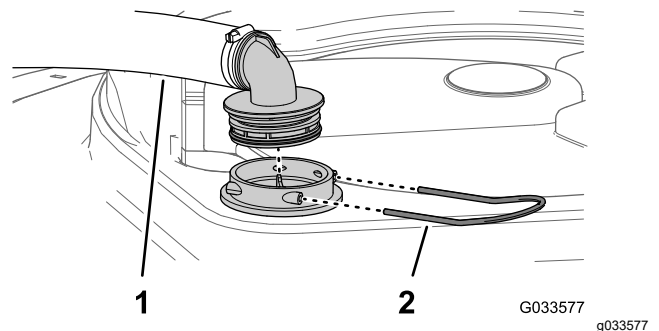

Figura 86
2. En la parte superior del depósito de fumigación, retire la horquilla de retención que sujeta el acoplamiento que está conectado a la manguera grande y al alojamiento del filtro (Figura 86).
3. Retire la manguera y el acoplamiento del alojamiento del filtro (Figura 86).